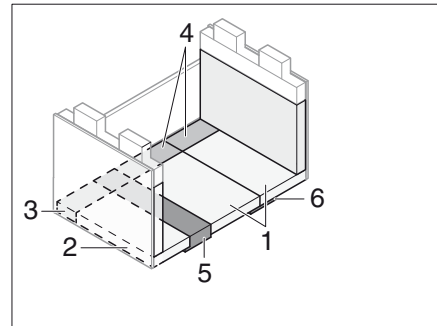

Bild 209 Efter ombyggnaden
- Lägg sits-, ryggstöds- och extradynorna som visas på Bild 209.
- ▷ För att uppnå en högre liggkomfort kan mellanlägget tas bort från ryggdynan (Bild 209,2).